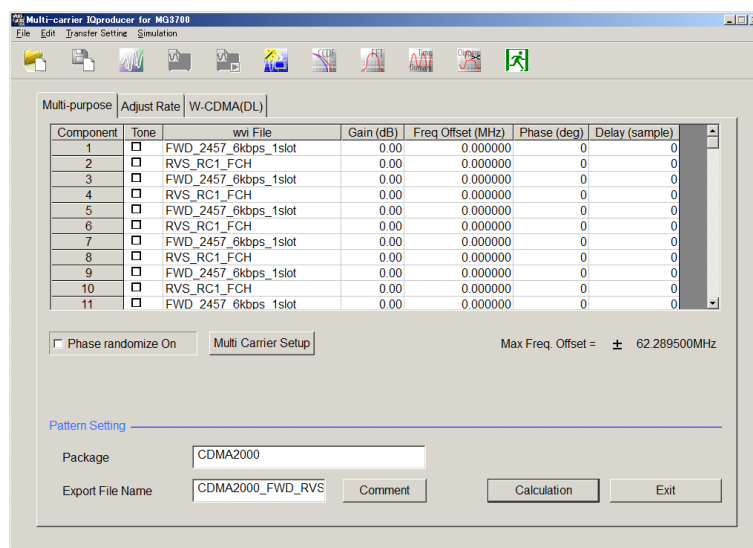

図3.4.2-1 Multi-carrier 設定画面
1. 各 Component に配置したい波形パターンを選択し、Gain, Frequency Offset, Phase, Delay を設定します。図 3.4.2-1 は Component1, 3, 5, 7, 9, 11, 13, 15 に FWD_2457_6kbps_1slot.wvi を、Component2, 4, 6, 8, 10, 12, 14 に RVS_RC1_FCH.wvi を選択したときの例です。